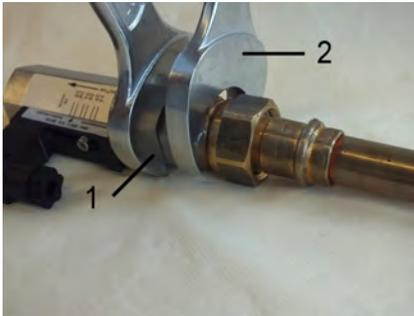

Abb. 11: Gerät einschrauben
3. ➤ Übergangverschraubung ( Abb. 11/2) unter Gegenhalten des Gerätekörpers ( Abb. 11/1) weiter eindrehen, bis die Verbindung dicht ist